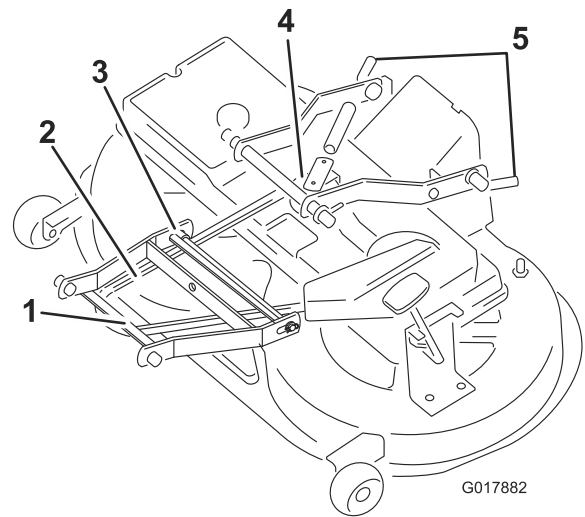

Figura 45
9. Tire del brazo tensor hacia dentro y retire la correa en V de la polea (Figura 45).
11. Retire el pasador situado entre el acoplamiento del brazo delantero y la carcasa de corte (Figura 45).
12. Retire la correa en V de la polea del motor (Figura 45).